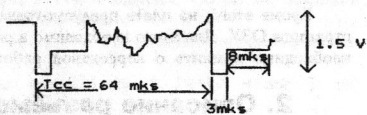

Рис. 4
- **Video** - полный телевизионный сигнал для подключения к ч/б монитору (рис. 4);